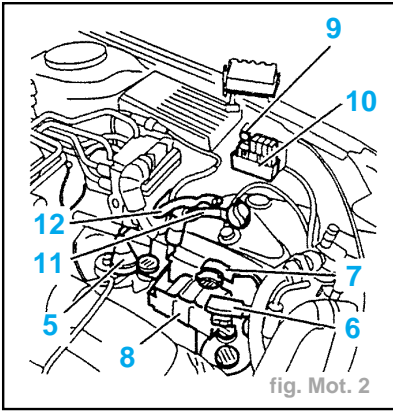

fig. Mot. 2
- les canalisations de carburant (1) après avoir fait chuter la pression à l'aide de l'outil (6) (pompe à vide),
- l'électrovanne de purge canister et le capteur pression admission avec leur support (2).
- le faisceau moteur (3) du boîtier calculateur d'injection allumage et de relais double,
- le raccord basse pression de la pompe de direction assistée (4) après l'avoir pincé à l'aide de l'outil (5) (pince à durits).
- Débrancher, débrider et écarter les connecteurs (5), (6) et (7) (fig. Mot. 2).
- Déposer le support (8).
- Débrancher (fig. Mot. 2) :
- le fil d'alimentation(9) du boîtier fusibles (10).
- le fil d'alimentation (11).
- Débrider puis écarter le fil d'alimentation (12).